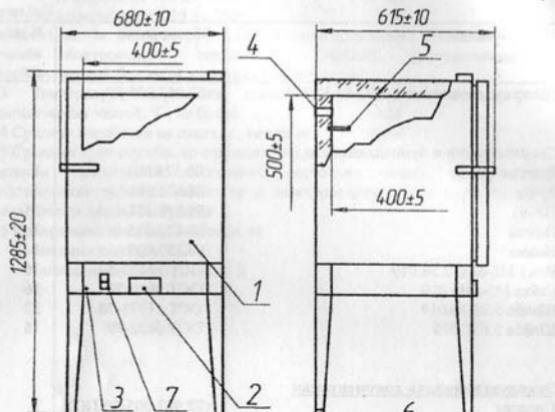

Рис.1
- корпуса (1), пульта управления (2), подставки (3). См. Рис.1
7.3.2 Закрепить ножки винтами к подставке и установить шкаф в устойчивое положение регулировкой опорного винта поз.5 (см. рис.1).